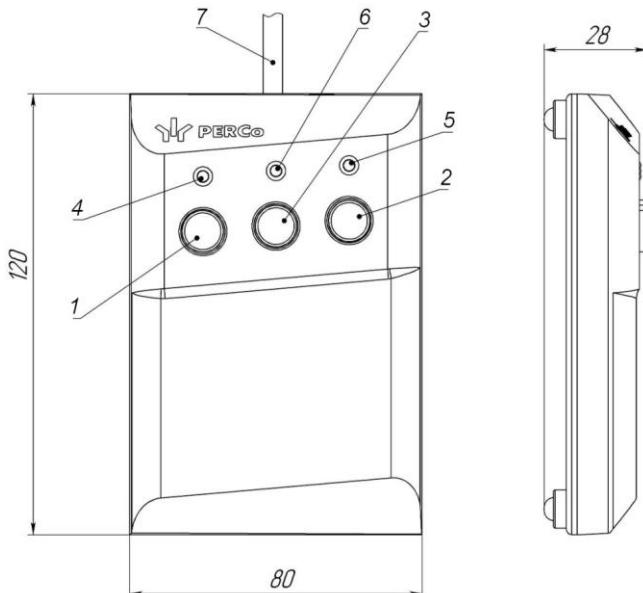
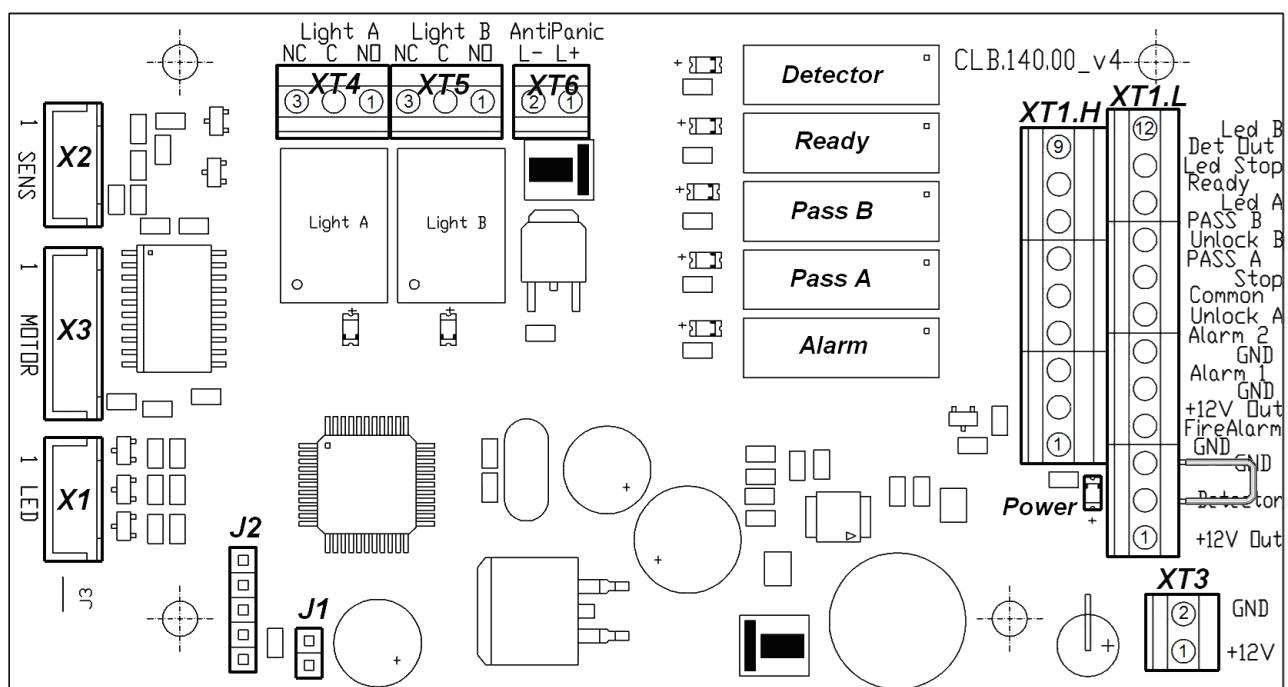

Рисунок 4. Общий вид и габаритные размеры ПДУ
Рисунок 5. Внешний вид платы управления
ПДУ (11) выполнен в виде небольшого настольного прибора в корпусе из ударопрочного АБС-пластика и предназначен для задания и индикации режимов работы при ручном управлении турникета. ПДУ подключается к плате управления гибким многожильным кабелем (12) через клеммную колодку **XT1.L** (см. рис. 5). Общий вид ПДУ показан на рис. 4.
Внутри стойки расположен кронштейн с установленной платой управления (см. рис. 5) и клеммами для подключения внешних устройств. К плате подключаются ПДУ, выходы СКУД, устройство РУ (при его использовании), устройство аварийного открытия прохода *Fire Alarm* (далее – *устройство Fire Alarm*). На клеммы подключения внешних устройств выведены линии подключения источника питания, линии управления механизмом картоприемника, линии сигналов считывателей. Подключение внешних устройств производится в соответствии со схемой электрических соединений турникета (см. рис. 12).
На плате управления (см. рис. 5) расположены:
Выбор режима управления осуществляется снятием / установкой перемычки на разъем **J1** платы управления. Расположение разъема **J1** показано на рис. 5. При поставке перемычка установлена, что соответствует импульльному режиму управления турникетом. Для перехода в потенциальный режим управления снимите перемычку. Изменение режима управления произойдет после включения турникета.
Факт подачи напряжения на обмотку реле можно определить по загоранию соответствующего красного светодиода, установленного на плате управления вблизи соответствующего реле (см. рис. 5).